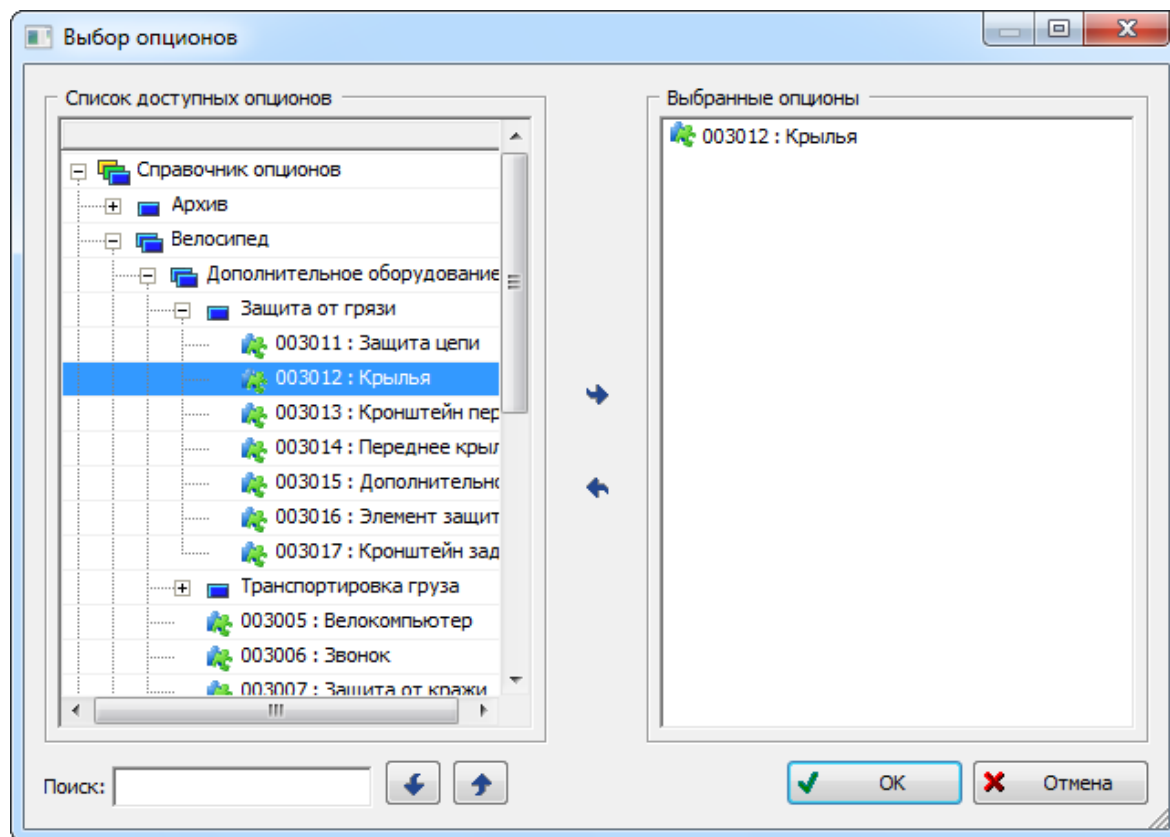

Рис. 13-514 – Окно «Выбор опционов»
Изменения по конфигурации отображаются не в стандартном окне связанных объектов, а в специальном окне «Изменения по конфигурации по бюллетеню» (рис. 13-514).
- 4) После этого откроется окно «Изменение конфигурации по бюллетеню» (рис. 13-514).